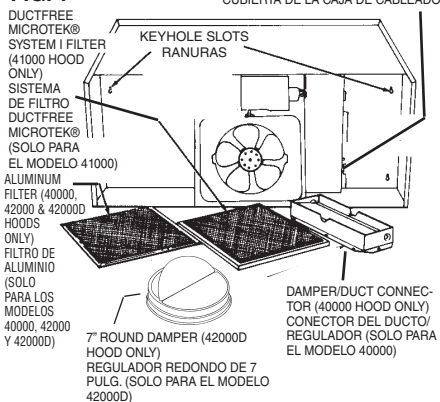

FIG. 2
- Remove top or rear electrical knockout. (FIG. 2)
- Retire el tapón eléctrico trasero superior. (Fig. 2)